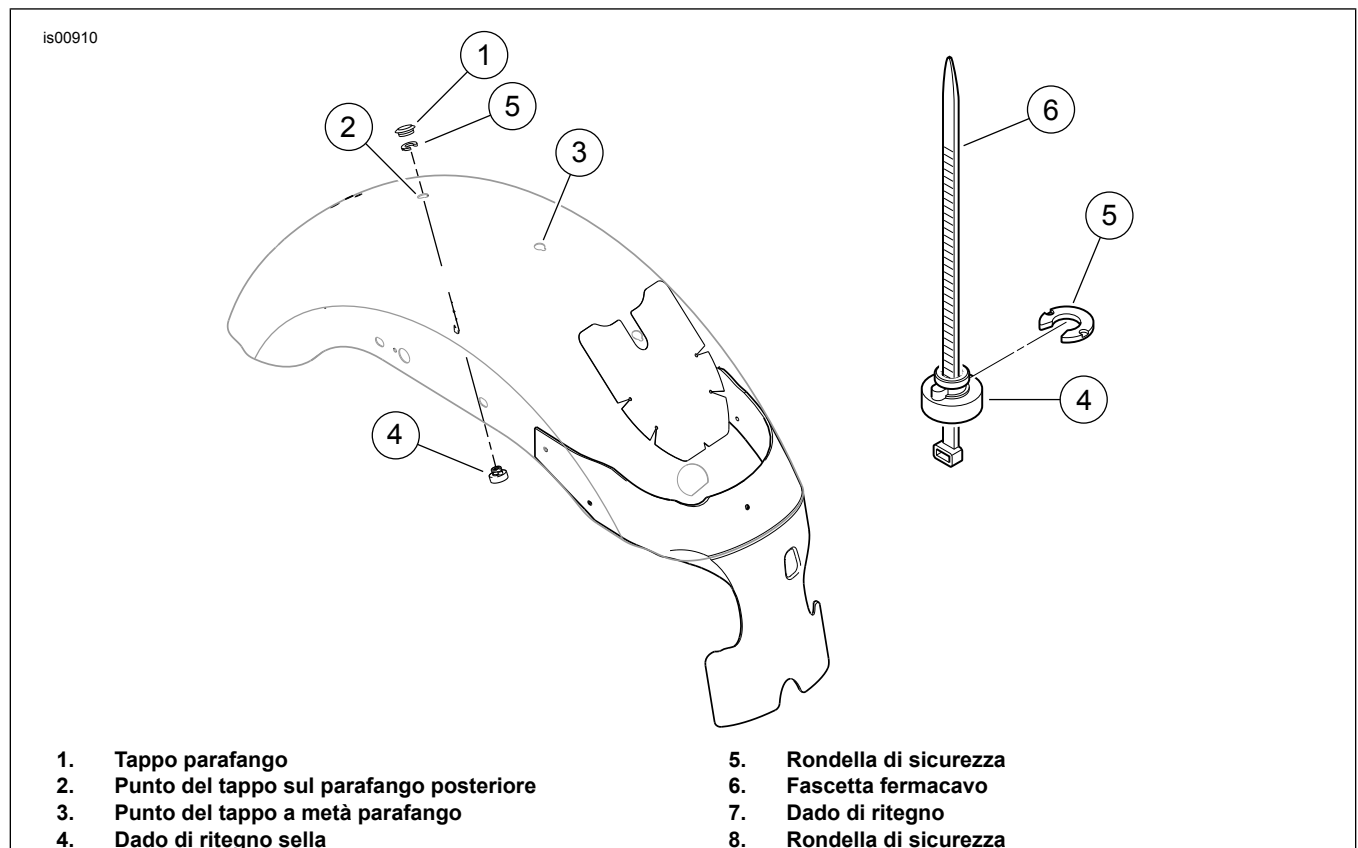

Figura 1. Punti dei fori sul parafango
1. Il punto 1 è **solo per modelli 883 Standard**; per tutti gli altri modelli passare al punto 2. Vedere la Figura 1. Rimuovere il tappo di plastica (1) dal foro in posizione arretrata sul parafango (2) (conservarlo per installarlo nel foro di mezzo del parafango) (3). Spostare il dado di ritegno della sella (4) e la rondella di sicurezza (5) dalla posizione mediana a quella posteriore, da cui il tappo è stato appena rimosso. Come illustrato nel riquadro, come ausilio per l'installazione è possibile usare una fascetta fermacavo (6). Far scivolare la fascetta in sede sotto il parafango per prendere il dado di ritegno (7) quando viene spinto fuori posto. Rimuovere la rondella di sicurezza (8) e il controdado dalla posizione mediana e reinstallare nella posizione arretrata, come illustrato. Reinstallare il tappo di plastica nel foro mediano sul parafango.